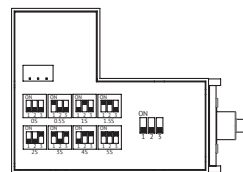

Рисунок 8 – Настройка катушки расцепителя минимального напряжения без выдержки времени срабатывания
5.1 По умолчанию расцепитель минимального напряжения поставляется без задержки срабатывания чему соответствует положение DIP-переключателей на самой катушке (рисунок 8).